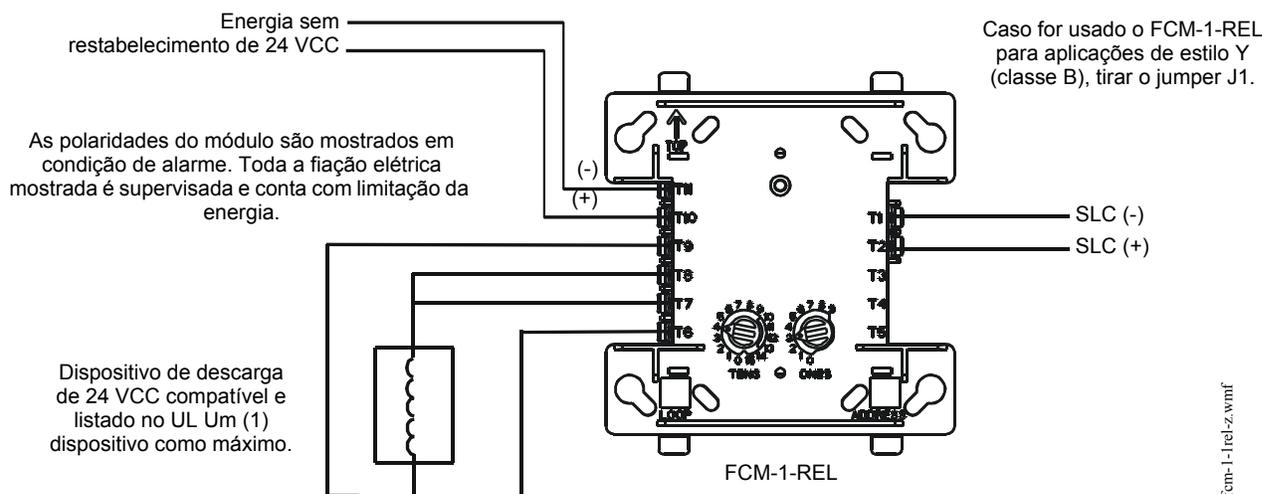

Figura 4.13 NPFA Fiação elétrica estilo Z (classe A) do FCM-1-REL
**Conexões típicas.** A figura 4.13 mostra as conexões típicas para a fiação de um dispositivo de descarga para o FCM-1-REL. Consultar o documento de compatibilidade de dispositivos para ter informação sobre os dispositivos de descarga compatíveis.